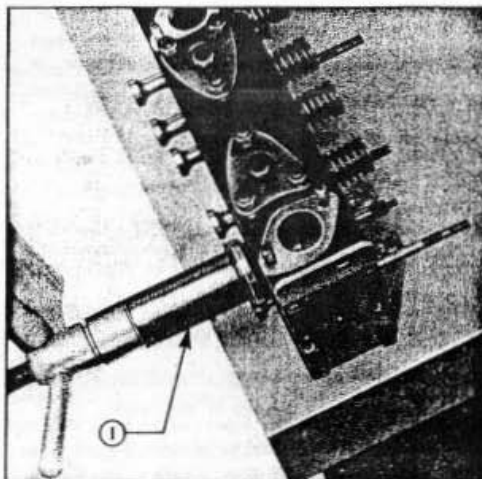

Fig. 7 = Repose d'un guide de soupape
3. Faire pénétrer le guide dans la culasse en tournant le levier de serrage (Fig. 7); continuer à tourner jusqu'au moment où l'épaule du guide est placée à la culasse.